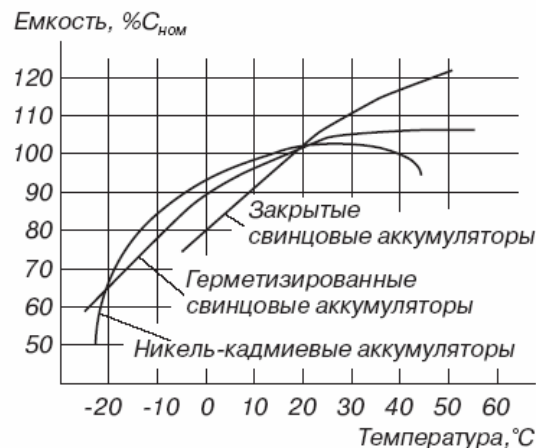

Рис.5 Зависимость емкости АКБ от температуры
6.10 В условиях отрицательных температур свинцовые АКБ сохраняют работоспособность, но значительно теряют емкость. На рис.5 приведены